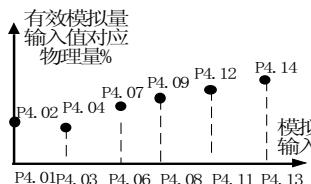

图 5-4-2 模拟输入非线性曲线
**说明 2:** 当 P4.00 设置为 1、2(S2R4GB、S2R75GB 保留)或 3 时, P4.01~P4.04, P4.06~P4.09, P4.11~P4.14 用法与上述说明 1 不同。用户可以通过设定这些值, 自己定义非线性曲线。可设定运行曲线的六个点。如图 5-4-2 所示, P4.01、P4.03、P4.06、P4.08、P4.11、P4.13 的值应顺序增加。